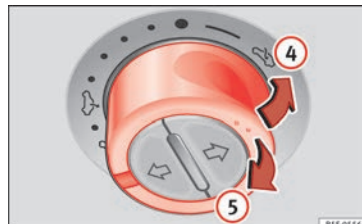

Bild 14 På det inre takfodret: Tryck på knappen och dra i den för att höja och sänka soltak
- Fälla upp sätet: För brytaren till läge » **bild 14 ④**. För ett mellanläge, håll in reglaget tills du når önskat läge.
- Sänka: Dra brytaren till läge » **bild 14 ⑤**. För ett mellanläge, håll in reglaget tills du når önskat läge.